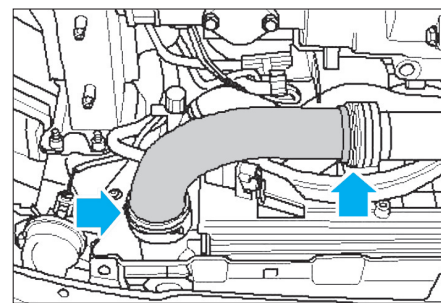

Fig. 5
- Débrancher la durit d'air (Fig.5)